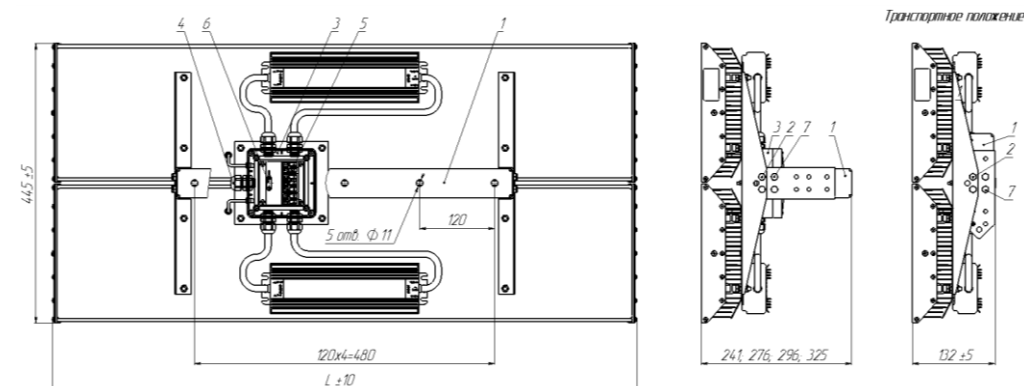

Рисунок 2
5.3 Для подключения светильника к сети снять крышку распределительной коробки (поз.3), отвернув четыре самореза, в случае необходимости, для получения доступа к коробке, снять универсальную скобу (поз.1). Ввести сетевой кабель диаметром 5 – 10 мм через сальниковый ввод АG16 (поз.4), и подключить к клеммной колодке (поз.5), согласно схеме (рисунок 2) предварительно зажав их пластмассовой стяжкой (поз.6). Заземляющий провод подсоединить к клемме, имеющей знак заземления \equiv . Затянуть гайку сальника АG16 с усилием обеспечивающем герметичность. Установить крышку коробки, затянуть четыре самореза, установить (в случае необходимости) универсальную скобу в требуемое положение.